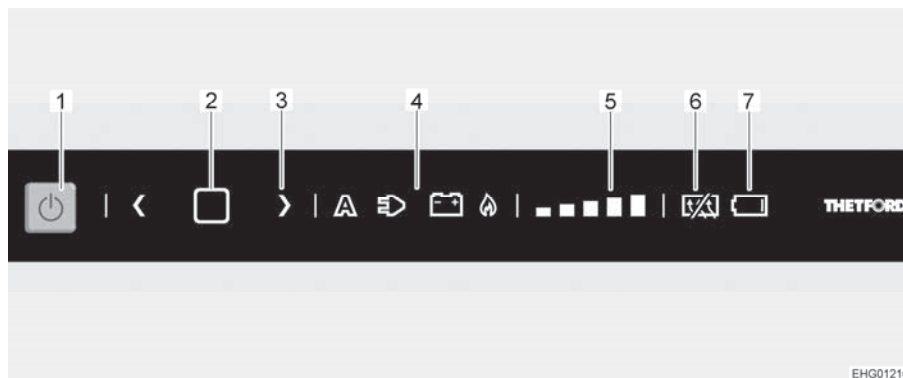

Bild 137 LED-reglage
- Tryck på På/Av-knappen (Bild 137,1) i en sekund. Knappen tänds blå. Senast vald inställning lyser.
- Tryck in bekräftelseknappen (Bild 137,2) i två sekunder tills symbolen för energikällan (Bild 137,4) börjar blinka.
- Välj önskad energikälla genom att trycka på en pilknapp (Bild 137,3).
- Tryck på bekräftelseknappen (Bild 137,2) för att bekräfta valet.
- Tryck på bekräftelseknappen (Bild 137,2) igen. Kylnivåindikatorn (Bild 137,5) börjar blinka.
- Välj önskad kylnivå genom att trycka på en pilknapp (Bild 137,3).
- Tryck på På/Av-knappen (Bild 137,1) i cirka 2 sekunder. Alla lampor slocknar. Kylskåpet är avstängt.